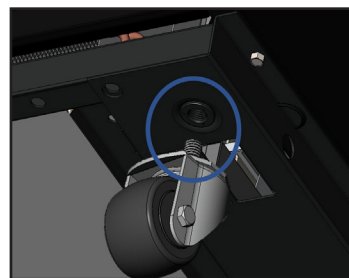

Abb. 6. Laufrollenschraube lösen.
1. Lösen Sie die Laufrollenschraube so weit, dass Sie die mitgelieferten Laufrollen-Unterlegscheiben zwischen das Laufrollenlager und die untere Schiene des Schrankes schieben können. Siehe Abb. 6.